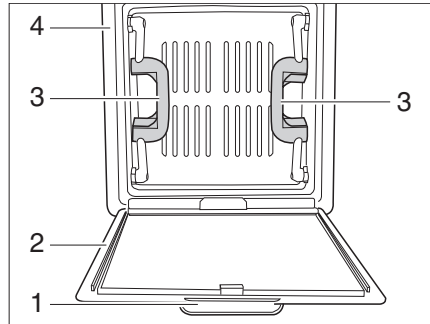

Fig. 28 Lanterneau à pousoirs
- Tirer la moustiquaire (Figure 28,2) vers le bas par la poignée (Figure 28,1). La moustiquaire se rabat vers le bas.
- Pousser le lanterneau vers le haut à l'aide des deux poignées (Figure 28,3).
- Rabattre la moustiquaire vers le haut et la verrouiller dans le cadre (Figure 28,4).
- Tirer fortement le lanterneau vers le bas à l'aide des deux poignées (Figure 28,3).